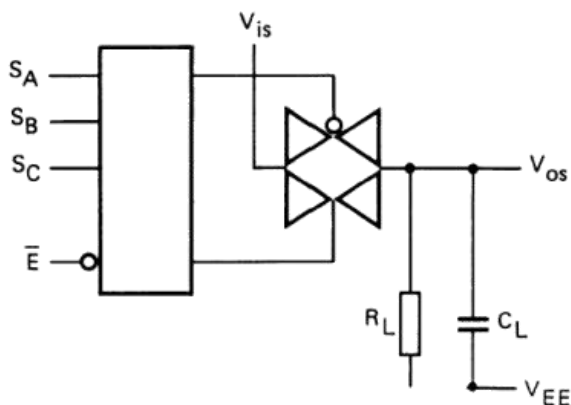

图 3
1. R_L=10KΩ到 V_{EE} ; C_L=50pF 到 V_{EE} ; E⁻=V_{SS}; Vis=V_{DD} (方波); 如图 3 所示
2. R_L=10KΩ; C_L=50pF 到 V_{EE} ; E⁻=V_{SS}; S_n=V_{DD} (方波); Vis=V_{DD} 和 R_L 到 V_{EE} 用来测量 t_{PLH} ; Vis=V_{EE} 和 R_L 到 V_{DD} 用来测量 t_{PHL} ; 如图 3 所示
3. R_L=10KΩ; C_L=50pF 到 V_{EE} ; E⁻=V_{DD} (方波); Vis=V_{DD} 和 R_L 到 V_{EE} 用来测量 t_{PHZ} 和 t_{PZH} ; Vis=V_{EE} 和 R_L 到 V_{DD} 用来测量 t_{PLZ} 和 t_{PZL}; 如图 3 所示
6. R_L=10KΩ到 V_{EE} ; C_L=15pF 到 V_{EE} ; E⁻ 或 S_n=V_{DD} (方波); 干扰是|Vos|(峰值); 如图 3 所示